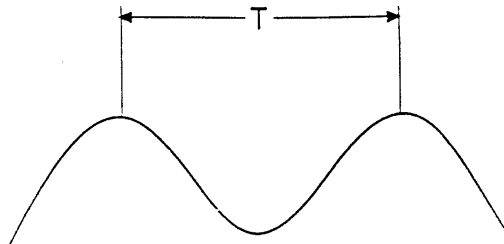

Figure 4.1. -Période d'un cycle T de l'oscillation de régulation
2. Mettez le process sous tension et immédiatement placez le régulateur sur Attente en appuyant sur la touche MODE () pendant 3 secondes. L'écran affichera alternativement le point de consigne (PC) et **Stby** (Attente).
11. Mesurez la période d'un cycle «T» de cette oscillation. Voir Figure 4.1.